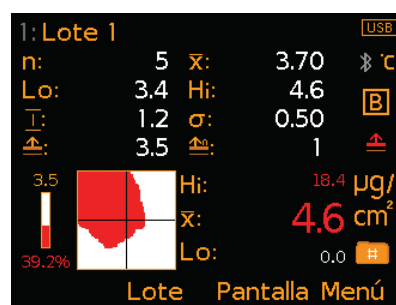

Fig. 7: Estadísticas y mapa de pasa/fallo
- **Pasa/Fallo de mapa^a (Fig. 7);** proporciona una indicación visual de la contaminación salina. Las áreas donde los niveles de sales solubles están por encima del límite establecido están sombreadas en rojo, las áreas por debajo del límite están en blanco. La barra de medición a la izquierda del mapa de aprobado/suspenso muestra el límite (por encima de la barra) y el área de prueba de porcentaje por encima del límite definido (por debajo de la barra). La barra también ofrece una indicación visual del porcentaje de pasa/fallo. A la derecha se muestra la lectura más alta (Hi), más baja (Lo) y media (\bar{X}) para la medición actual.